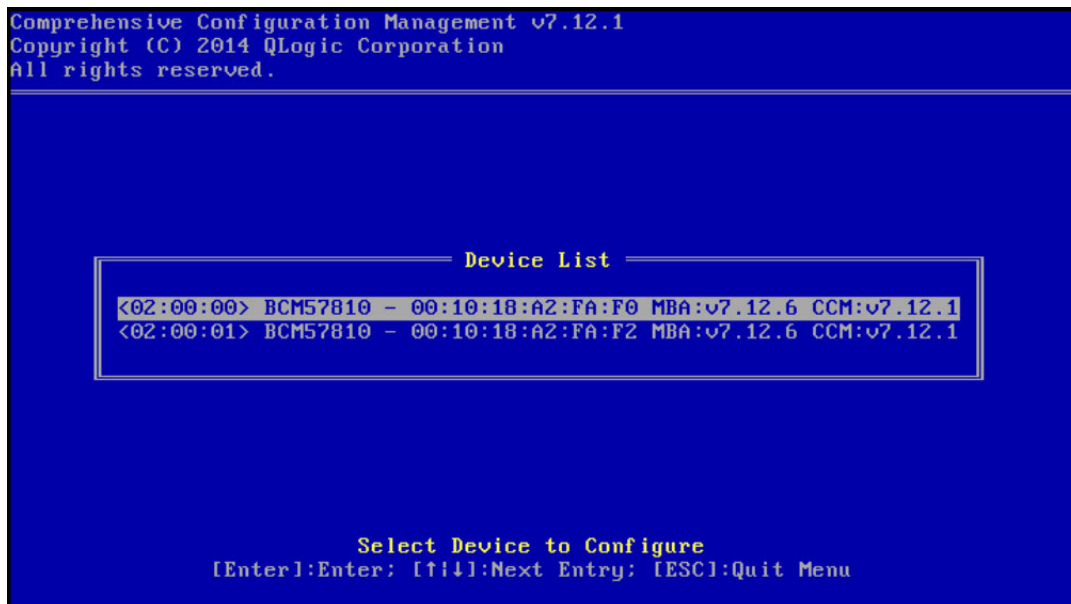

Ilustración 13-2. Lista de dispositivos CCM
2. En la Lista de dispositivos (Ilustración 13-2), seleccione el dispositivo desde el que se configurará el inicio.